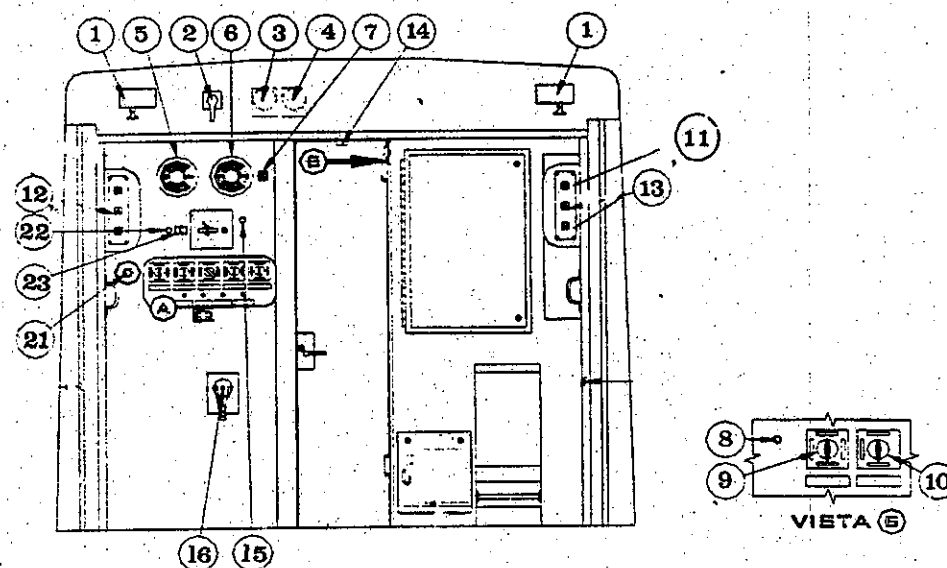

FIG. 9 DISTRIBUCION DE EQUIPOS EN TABIQUE DERECHO, TABIQUE IZQUIERDO
2.4 PARTE POSTERIOR DE LA CABINA DE CONDUCCIÓN (FIG. 9).